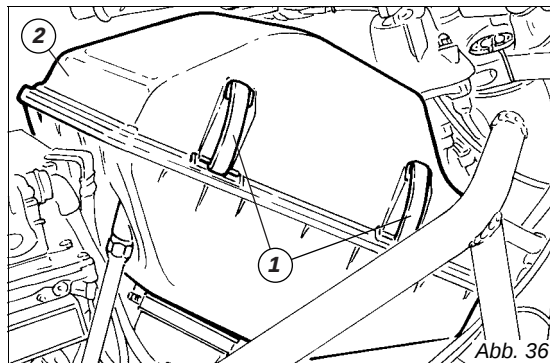

Abb. 36
Für die Abnahme des Filters zuerst die Befestigungsklammern (1) des Deckels an beiden Seiten des Filterkastens aushaken, dann den Deckel (2, Abb. 36) abnehmen.